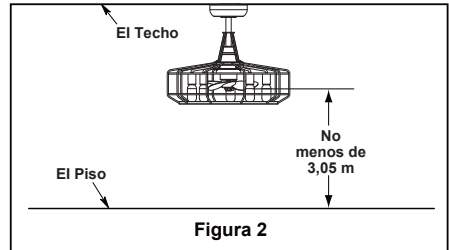

Figura 2
Uso de perfil profundo (Figura 2)
2. Retire el clip de horquilla y pasador de horquilla de la parte inferior de la bola para colgar. Retener el pasador y clip para la reinstalación en el paso 4. (Figura 2)
Debe colgar el ventilador a una distancia mínima de 3,05 m desde la ventilador de techo hasta el piso. (Figura 2)
Para evitar una posible descarga eléctrica, asegúrese de cortar la alimentación eléctrica de la caja de fusibles principal antes de alambrado el ventilador. (Figura 2)
2. Coloque y ajuste firmemente la cubierta para el tornillo de la base sobre los tornillos de reborde de la abrazadera para colgar mediante el mecanismo de seguro por giro del chavetero. (Figura 2)
- ### 2. Restaure la fuente de alimentación de la toma de corriente enciendo la electricidad del fusible principal. (Figura 2)